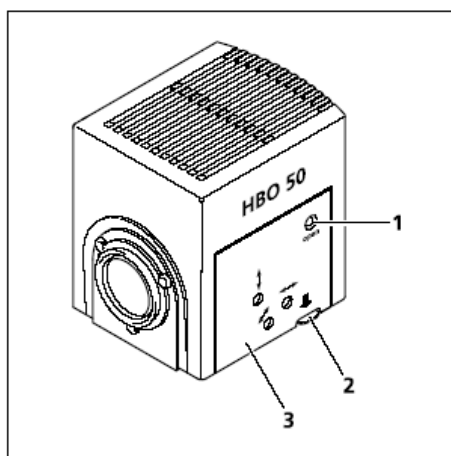

图 3-27 打开 HBO 50
- 用圆头螺丝刀 SW3 松开紧固螺丝（图 3-27/1）。
- 按下 HAL 50 卤素灯灯箱盖的释放按钮（图 3-27/2），将灯座拉出（图 3-27/3），放在一旁。
- 将灯架插进灯箱内，使其向内滑动，直到完全咬合。拧紧夹紧螺丝（图 3-27/1）。